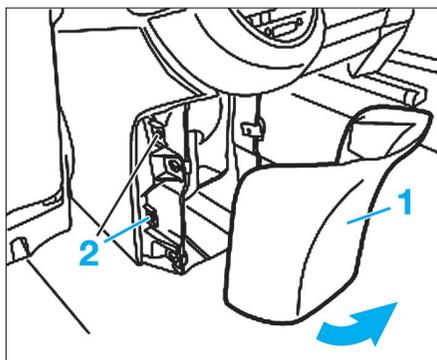

Fig. 18
- Déposer la garniture arrière (1) de la console centrale de plancher en soulevant le bord arrière afin de libérer les agrafes (2) (Fig. 18).